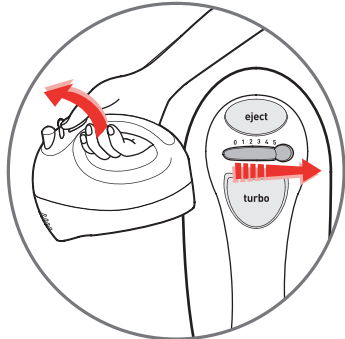

fig.2
- . Mettez en route à l'aide du sélecteur de vitesse **(B) (fig.2)**, d'abord en vitesse 1 puis 2,3,4,5 à mesure que la préparation s'épaissit. Utilisez la position « Turbo » **(E)** si la recette nécessite plus de puissance.
- Mettez en route à l'aide du sélecteur de vitesse **(B) (fig.2)**, d'abord en vitesse 1 puis 2,3,4,5. Utilisez la position « Turbo » **(E)** si la recette nécessite plus de puissance.